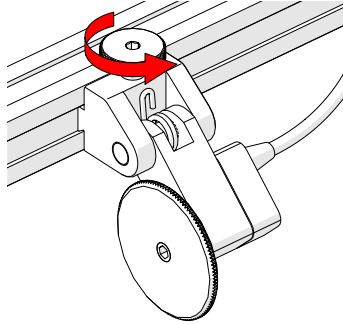

Fig. 43 - Tighten knob
2. Tighten the encoder knob (Fig. 43).